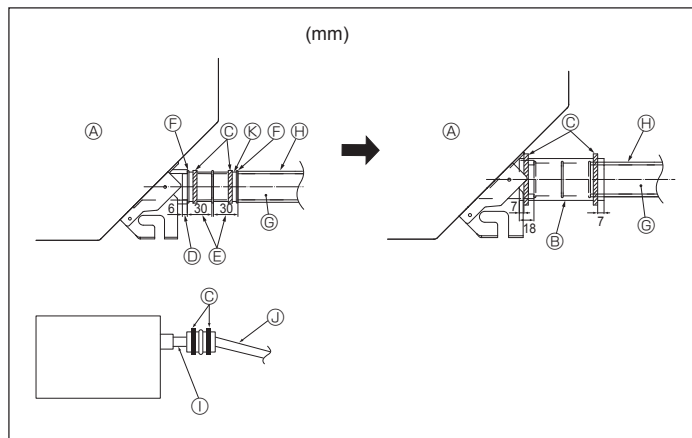

Fig. 5-2
1. Ligue o bocal de drenagem (fornecido com a unidade) à porta de drenagem. (Fig. 5-2) (Fixe o tubo com adesivo PVC e depois ate-o com uma banda.)